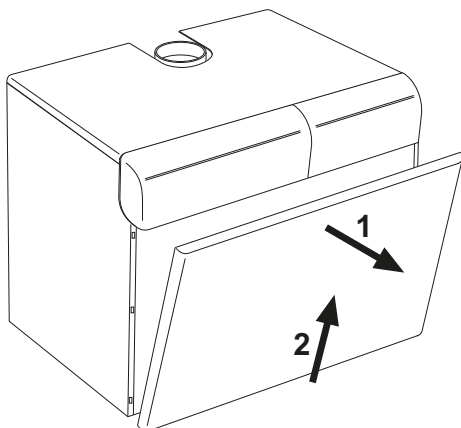

fig. 5 - Ouverture du panneau avant
Pour ouvrir le panneau avant de la chaudière, voir la séquence indiquée fig. 5.
- Ôter le panneau avant de la chaudière (fig. 5).